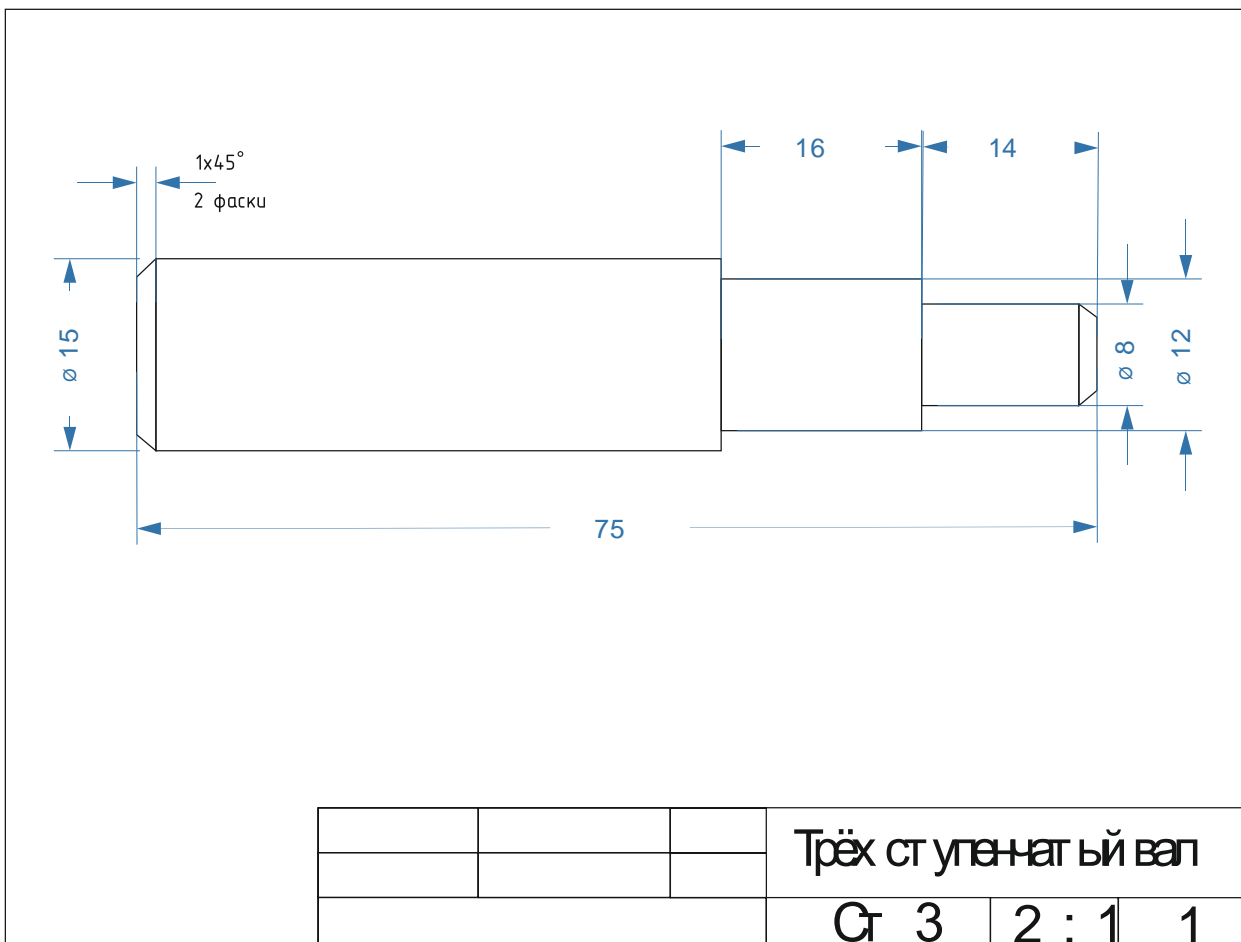

Рис. 1. Чертеж трёх ступенчатый вал
2. По чертежу изготовить трёх ступенчатый вал (рис. 1).